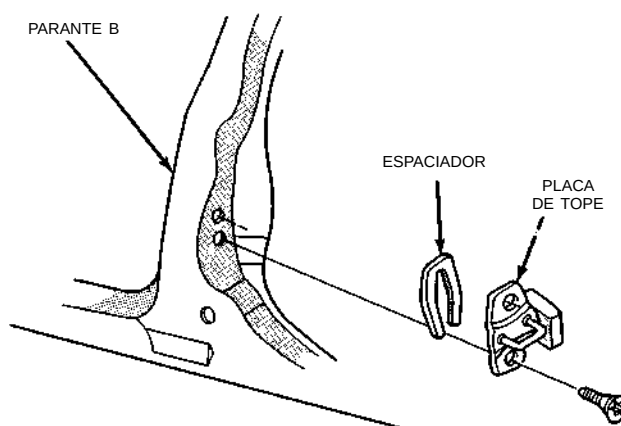

Fig. 37 Placa de tope del pestillo de la puerta delantera
- (1) Marque el contorno de la placa de tope del pestillo de la puerta en el parante B para facilitar la instalación.
- (2) Retire los tornillos que sujetan la placa de tope del pestillo de la puerta al parante B (Fig. 37).
- (3) Separe la placa de tope del pestillo de la puerta del vehículo.